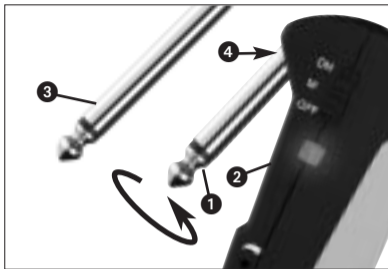

Abb. 4: Adapterstecker anbringen.
4.3 Instrumente mit versenkter Ausgangsbuchse (siehe Abb. 4)